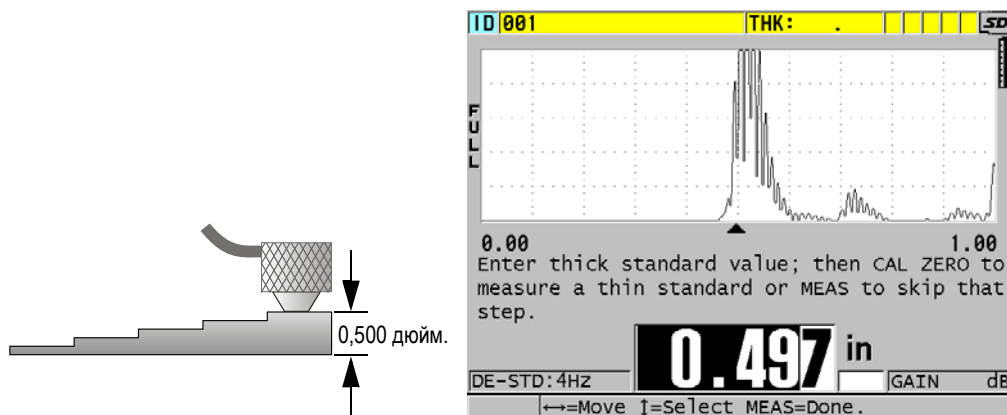

Рис. 5-4 Калибровка скорости звука на толстой части 5-ступенчатого образца
1. Калибровка скорости звука в материале (см. Рис. 5-4 на стр. 64):